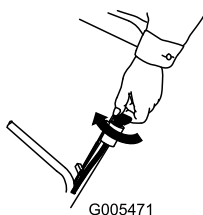
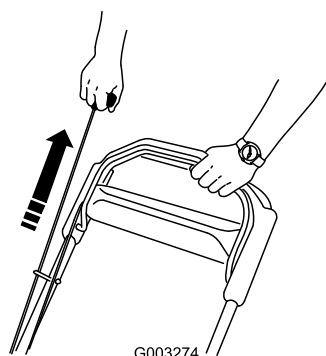

Figura 14
Figura 15
2. Girare la chiave di accensione (solo modello 20796) (Figura 14) o tirare l'avviatore autoavvolgente (Figura 15).